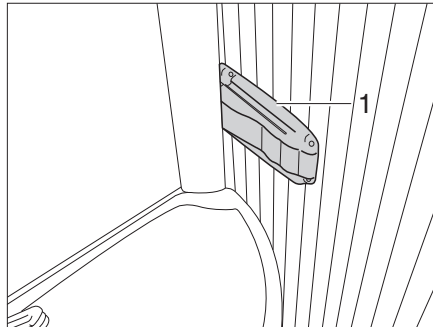

Fig. 377 Toilettes Vario, blocage de la paroi de douche
- Appuyer sur le dispositif de blocage (Fig. 377,1) situé à la droite du rebord du lavabo et tirer légèrement le lavabo. Le lavabo se déplace avec la paroi arrière vers l'avant.